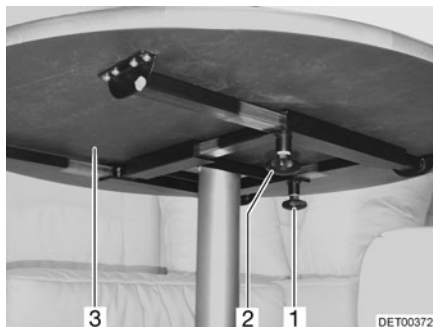

Fig. 77 Mesa fija (tablero de mesa desplazable)
- Soltar el tornillo moleteado (Fig. 77,2).
- Desplazar a la posición deseada el tablero de la mesa (Fig. 77,3).
- Soltar el tornillo moleteado (Fig. 77,1).